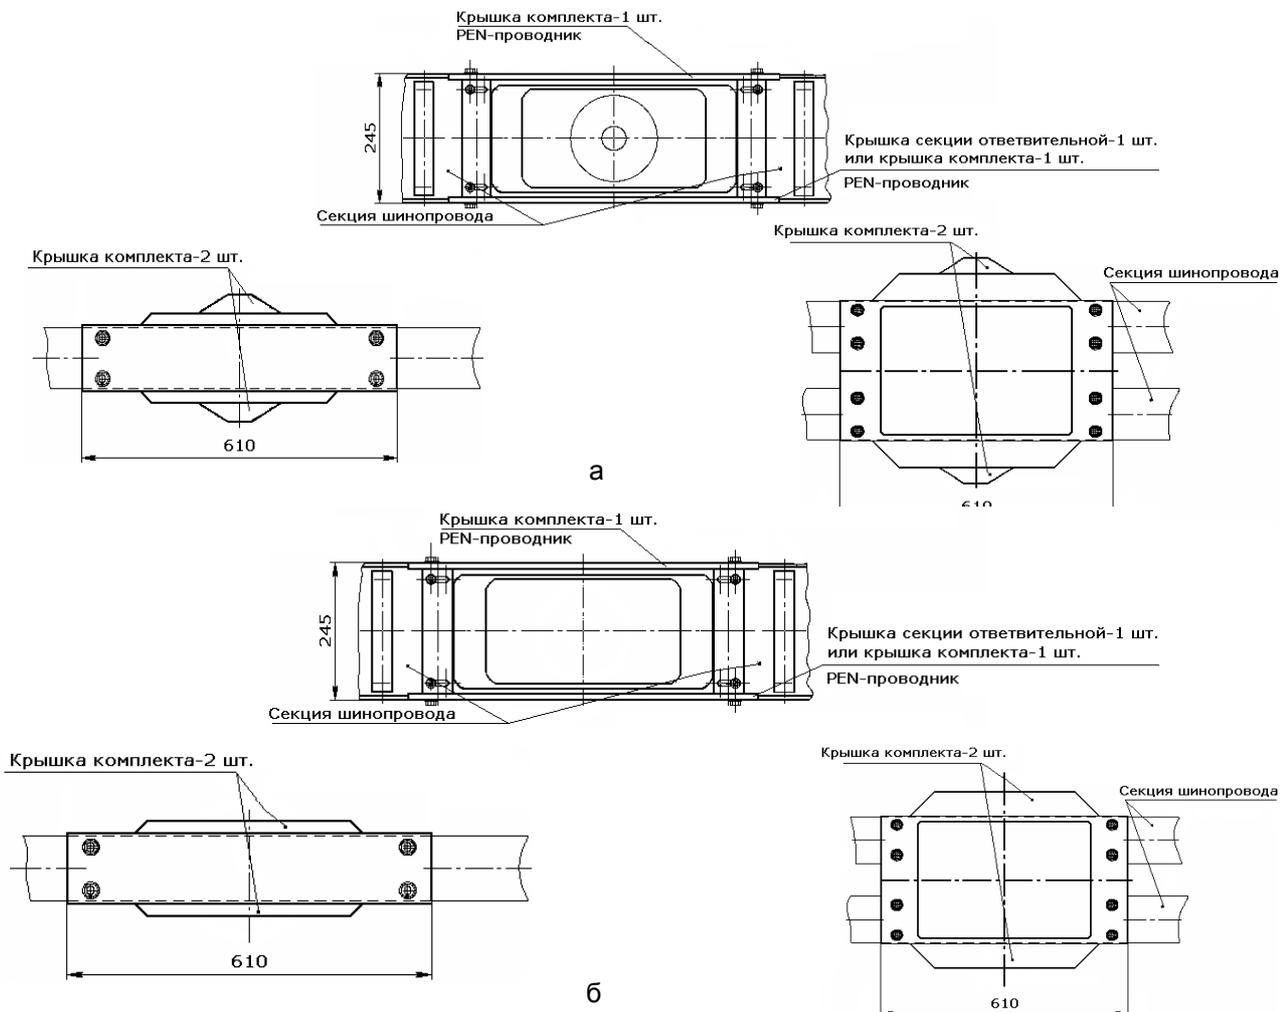

**Рис. 2.18** Комплекты угловых крышек.
**Комплекты угловых крышек на 1250А и 1600А (У5137), 2500А и 3200А (У5437) (рис. 2.18)** предназначены для закрывания мест соединения двух секций, состыкованных под углом 90° в вертикальной плоскости при сварном соединении шин.